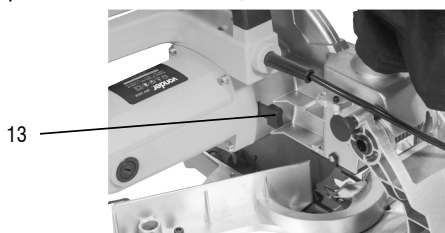

Fig. 13 – Trava do eixo
- e. Aperte o botão de trava do eixo (13) (fig. 13), e com a chave que acompanha a máquina, solte o parafuso do eixo da serra;